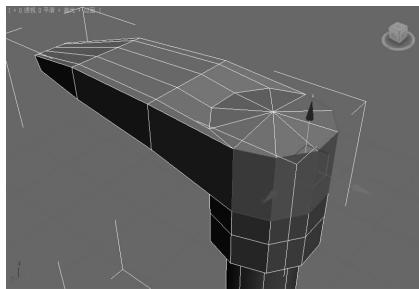

图 5-103 选中按压器后侧的多边形▲
(10)单击“选择”卷展栏中的“多边形”按钮,在透视图中选中如图5-103所示的多边形(按压器后侧)。